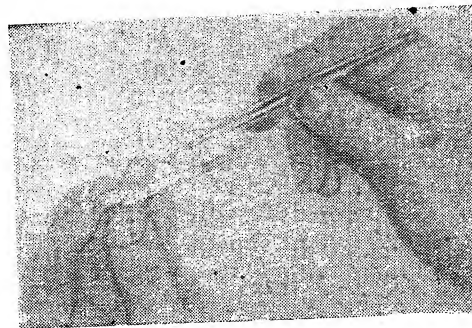
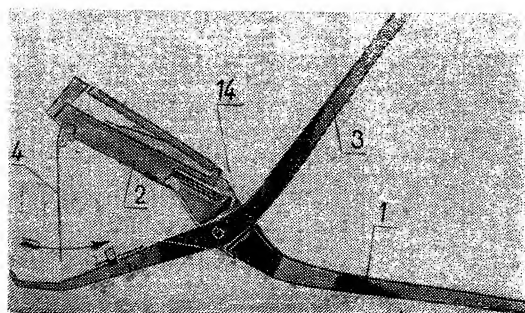

Рис. 11.
Рис. 12.
Магазин держат тремя пальцами левой руки. Большой и средний пальцы располагаются по бокам магазина, а указательный упирается в горел, закрывая паз для скрепок. Правой рукой, захватив скрепку пинцетом, устанавливают ее на седло магазина (см. Рис. 11) и продвигают ее в скрепочный паз с помощью заряджателя (см. Рис. 12).
Левой рукой держат аппарат в раскрытом положении, а правой рукой вставляют магазин передними шпильками в гнезда средней бранши и поворачивают в направлении, указанном стрелкой (см. Рис. 12), пока выступ хвостовой части магазина не войдет в паз средней бранши.
Перед установкой магазина затвор (14) должен быть отведен в крайнее правое положение (см. также Рис. 12).